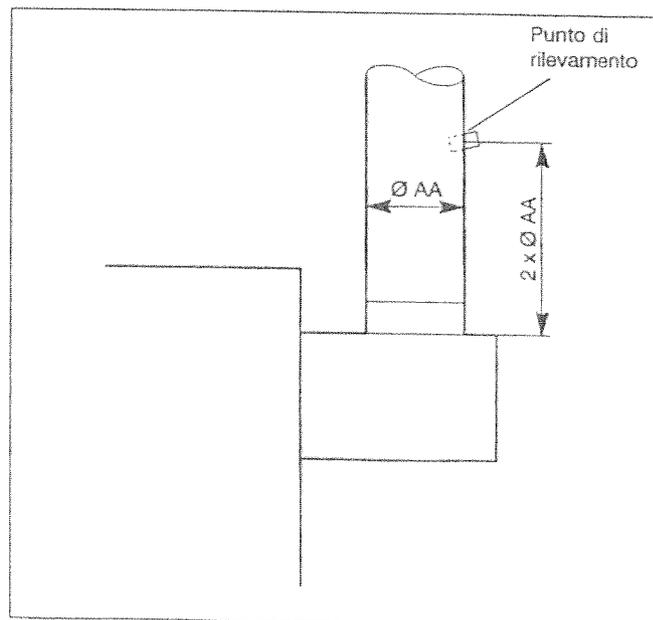

Fig. 22: Punto di rilevamento nel tubo dei gas combusti
- Praticare un foro di circa $2 \times \varnothing AA$ nel tubo dei gas combusti a valle della sicurezza antiriflusso sul lato rivolto in direzione opposta alla caldaia (Fig. 22).